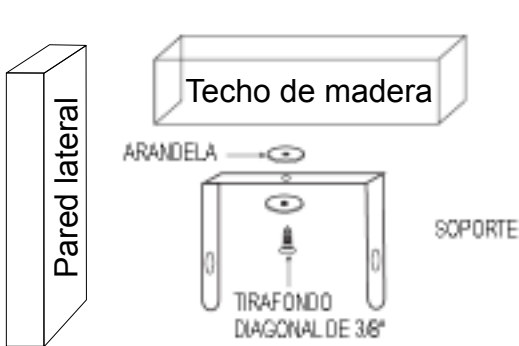

Figura 4a. Montaje de un solo tornillo
**NOTA:** Si desea que el calefactor gire hacia la derecha o hacia la izquierda, se recomienda agregar una arandela a ambos lados del soporte. Es posible que se necesite un tirafondo más largo para sujetar la unidad correctamente. Consulte la figura 4a.
1. Para girar la unidad, cuando esta se ha instalado con un solo tirafondo (como se muestra en la figura 4a), simplemente gire todo el calefactor según sea necesario. La unidad no se puede girar en sentido horizontal si se instaló con 2 tirafondos.
1. Para girar la unidad cuando se ha instalado con un solo tornillo tirafondo largo (como se muestra en la figura 4a), simplemente gire el calefactor según sea necesario. La unidad no se puede girar horizontalmente si ha sido instalada con 2 tornillos tirafondo.